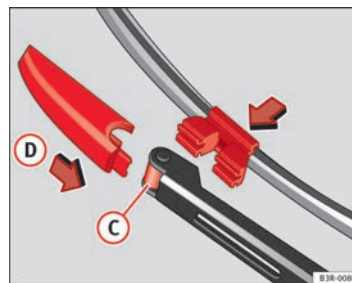

Abb. 185 Wischerblatt befestigen
- Das neue Wischerblatt in die Aufnahme des Scheibenwischerarms ⇒ Abb. 185 **(C)** einsetzen.